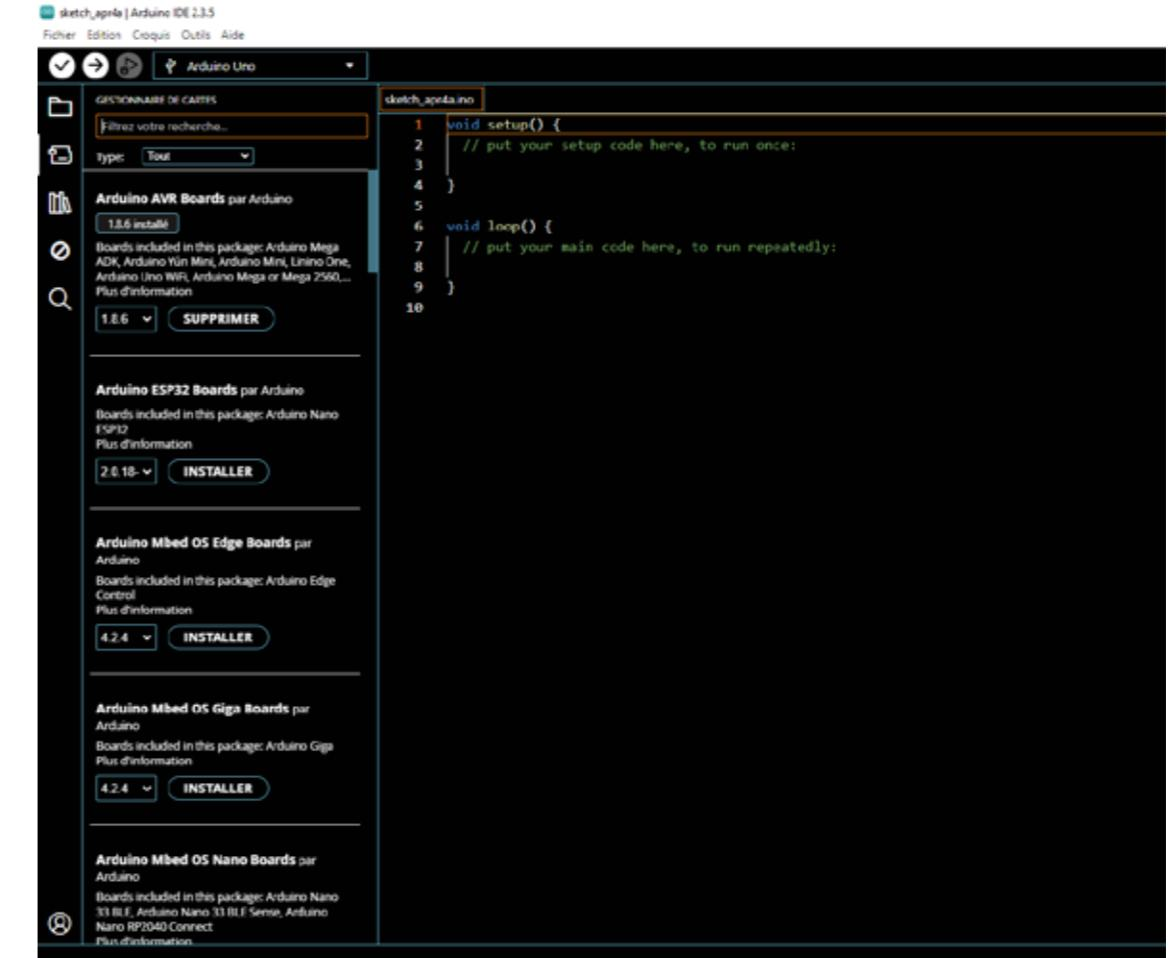

Figure 1-8
**La deuxième icône** permet **d'installer une carte** avec la possibilité de rentrer son nom dans la case de recherche ainsi que son type (**figure 1-8**) : nous sommes là dans le **Gestionnaire de cartes**. Installer une carte permet à l'IDE de travailler avec un nouveau type de carte, qui n'est d'ailleurs pas forcément de la marque Arduino, et **cela est différent du fait de sélectionner une carte**, celle avec laquelle vous travaillez pour votre projet, qui se fait dans la case située à droite des icônes de vérification et téléversement.